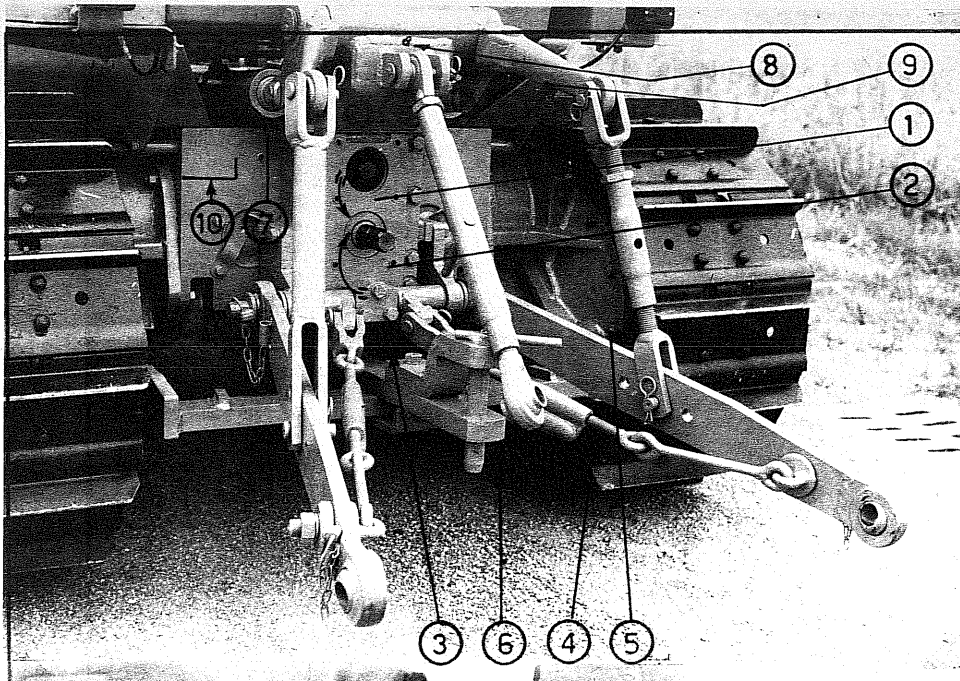
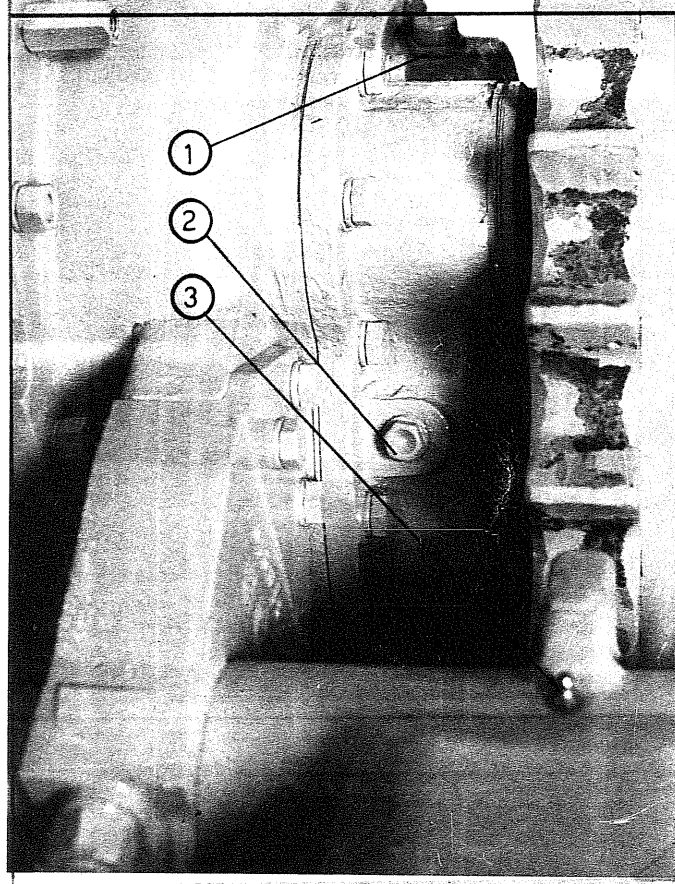

Fig. 6
Fig. 7
PRESA DI FORZA (Fig. 6)
DISPOSITIVO DI TRAINO (Fig. 6)
Il sollevatore idraulico è costituito da una pompa ad ingranaggi accoppiata al motore, da due martinetti (7 fig.6) per il sollevamento dei bracci, da un
Lo sforzo massimo sollevabile all'estremità dei bracci (9 fig.6) del sollevatore in senso verticale, è di Kg. 3000.
- BARRA TRASVERSALE POSTERIORE (fig. 7)
- BRACCIO SOLLEVATORE (fig. 6)
- SCATOLA CAMBIO (fig. 6 -8)
Ogni 2000 ore di lavoro cambiare l'olio scaricandolo attraverso il tappo (3 fig.6) situato sotto al coperchio della presa di forza. Usare olio AGIP F 1 ROTRA MP SAE 140.-
- RIDUTTORI LATERALI (fig. 6 e 7)
Ogni 240 ore di lavoro controllare il livello dal tappo (5 fig.6) accessibile dal retro della trattrice.
Cambiare l'olio ogni 2000 ore di lavoro scaricandolo dal tappo inferiore (4 fig.6) e caricandolo dal tappo (1 o 2 fig.7). Usare olio AGIP F1 ROTRA MP SAE 140.
Il numero è visibile posteriormente (10 fig. 6)